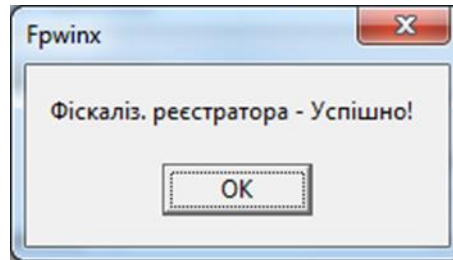
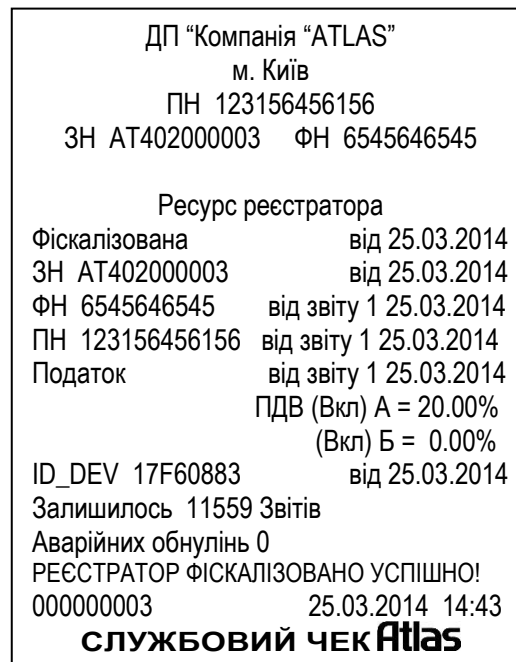

Рисунок 24
Рисунок 25
5.11 Якщо реєстратор підключено до COM-порта комп'ютера, то з'явиться вікно (рисунок 24). Відбудеться перезавантаження реєстратора. Роздрукується чек (рисунок 25).
Якщо реєстратор підключено до USB-порта комп'ютера, то вікно-повідомлення програми «FPWinX.exe» про успішну фіскалізацію реєстратора не з'явиться. Відбудеться перезавантаження реєстратора. Роздрукується чек (рисунок 25).